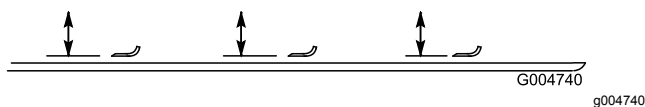

Figura 128
2. Gire la cuchilla hasta que los extremos estén orientados hacia adelante y hacia atrás, y mida desde el interior de la unidad de corte al filo de corte en la parte delantera de la cuchilla (Figura 128).